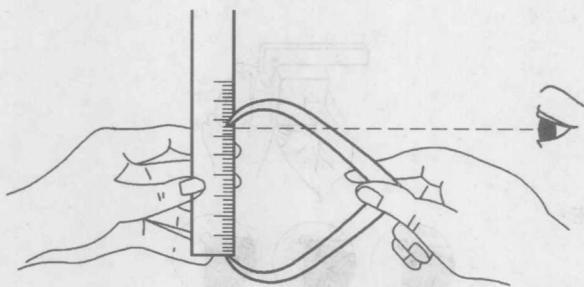

图 1-5 外卡钳量取尺寸的方法
(2) 外卡钳 外卡钳量取尺寸的方法如图 1-5 所示。先将卡钳一个卡脚的测量面靠在金属直尺的端面上，再将另一个卡脚的测量面调整到所需要的尺寸上（两个卡脚的测量面的连线应与金属直尺平行，人的视线要垂直于金属直尺），这样便可取得所需要的尺寸。取好尺寸的卡钳，应放在稳妥的地方，以免影响开度。